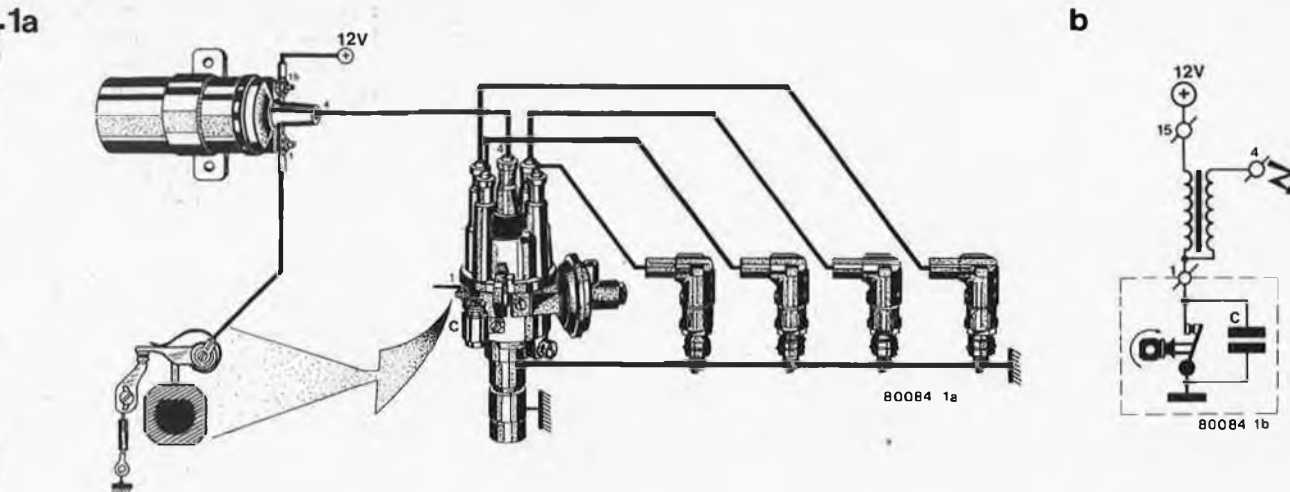

Figure 1. Le système d'allumage conventionnel utilisé avec tout moteur à essence.
La figure 1 représente le système conventionnel que nous utilisons depuis l'année "zéro". L'ouverture des contacts du rupteur est commandée par la came de distribution. Lorsque les contacts s'ouvrent, le courant qui traverse l'enroulement primaire (PW) de la bobine est interrompu, ce qui provoque l'induction d'une tension élevée dans l'enroulement secondaire (SW).